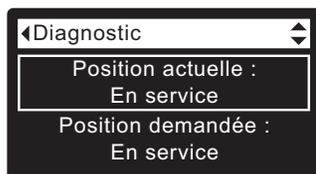

FIG. 97
4. Appuyez sur le bouton **HAUT** (▲) pour faire défiler les options du menu et mettre en encadré **Position actuelle** (cf. Figure 97).